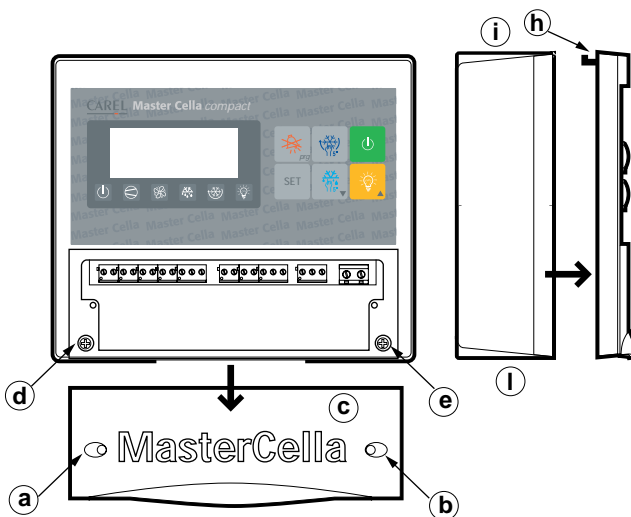

Fig. 1.2.1
Con referencia a la Fig. 1.2.1 y a los relativos particulares:
2. Desatornillar los dos tornillos frontales (Fig. 1.2.1. part. **a**, **b**) y quitar el postigo central (part. **c**).
1. Desatornillar los dos tornillos frontales (Fig. 1.2.1, part. a, b) y quitar el postigo central (part. c).